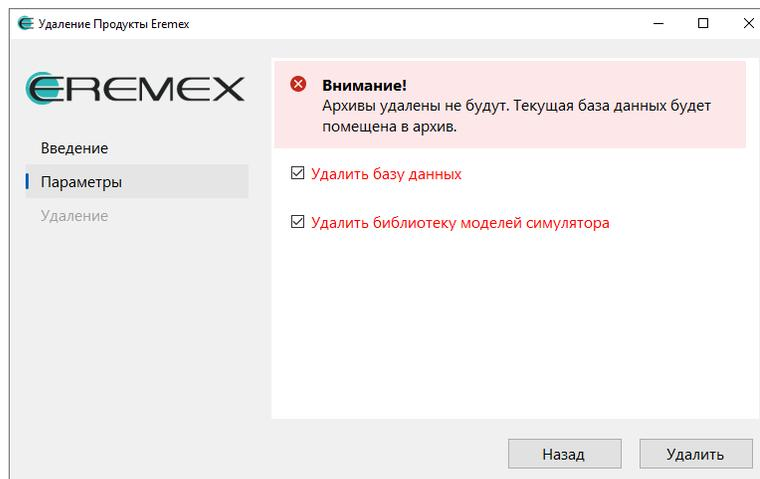

Рис. 11 Параметры удаления
3. Для удаления базы данных выберите «Удалить базу данных» и нажмите «Удалить», см. Рис. 11.